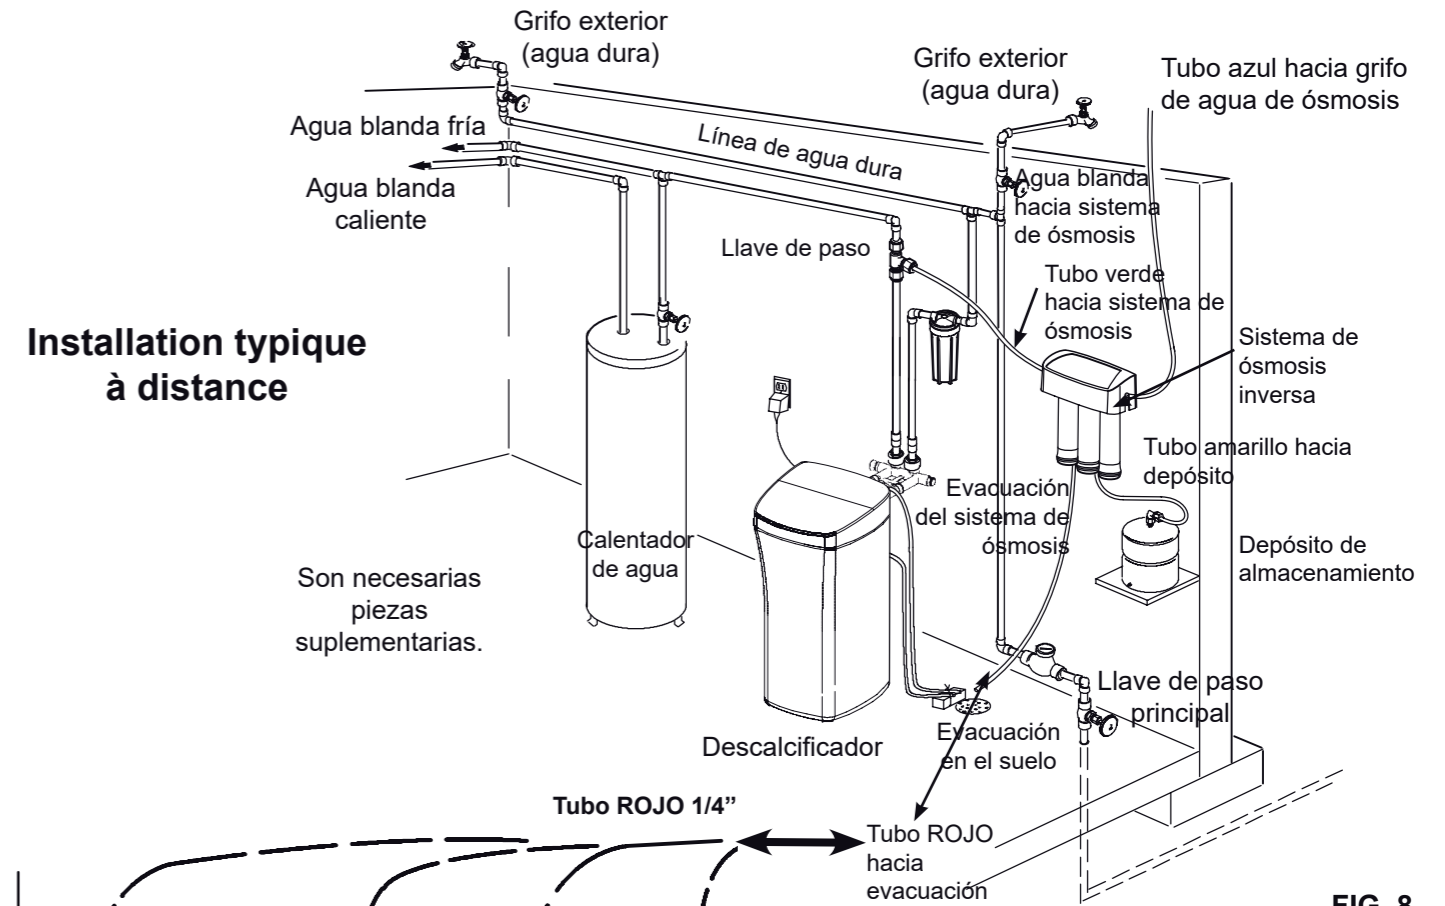

FIG. 8
**Utilización de otra evacuación en la vivienda.** Cómo se muestra en la fig. 8 y 9, ésta se utiliza normalmente en instalaciones a distancia. El tubo de evacuación del equipo de ósmosis va directamente al desagüe.
1. Localizar el tubo rojo de 1/4" (6,35 mm) en el sistema de ósmosis inversa. Cf Fig. 8.